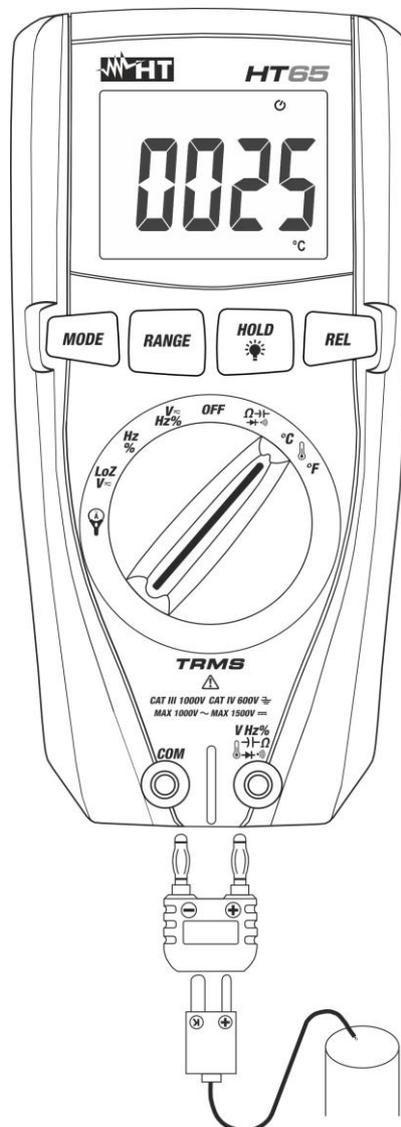

Fig. 9: Uso do instrumento para a medição de Temperaturas
2. Inserir o adaptador fornecido nos terminais de entrada $\left(\begin{matrix} \text{V Hz \% } \Omega \\ \rightarrow \leftarrow \rightarrow \leftarrow \end{matrix} \right)$ (polaridade +) e **COM** (polaridade -) (ver Fig. 9).